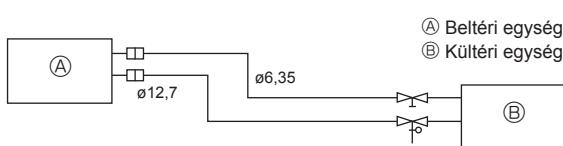

Fig. 5-2
(1) Az alábbi táblázat a kereskedelemben kapható csővek specifikációit mutatja be. (Fig. 5-2)